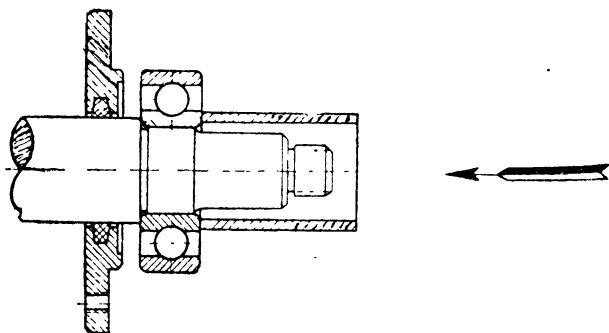

Рис. 16. Оправка.
- б) поставить подшипники 7 и 20 на шейки вала, наполнить их смазкой, имеющейся в ящике ЗИП. Установку подшипников производить с помощью оправки, как показано на рис. 16.